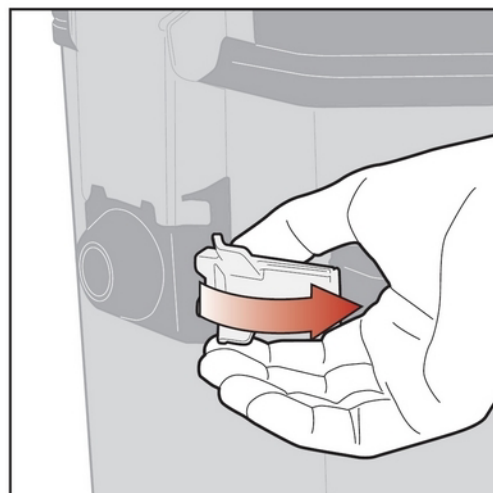

図 D1
- 車体を倒さないよう十分注意しながらケースを両手で揺り動かす、パニアホルダーへの取り付けに異常がないことを必ず確認してください。また、キーシリンダーに②セキュリティロックキーが挿し込まれている場合は、必ずキーを抜いてから走行使用してください。
1. ①OBK モノキーサイドケースのキーシリンダーに②セキュリティロックキーを奥までしっかりと挿し込み、鍵を右（3時方向）に回してロック解除します。
2. ケースをしっかりと支え持ち、キーシリンダー横にあるリリースレバーの左右のノブを指でつまみ、アームを手前に軽く引いて車体側PL-CAMパニアホルダー上側のアタッチメント（勘合部 2箇所）とケース背面上側（2箇所）の勘合を慎重に外します。（図 D1 参照）
3. 引き続きケースをしっかりと支え持ち、パニアホルダー下側の凸フック部（2箇所）とケース背面下側の凹部（2箇所）の勘合を外し、脱落させないように十分注意しながら、パニアホルダーからケースを完全に取り外します。（図 D1 照）